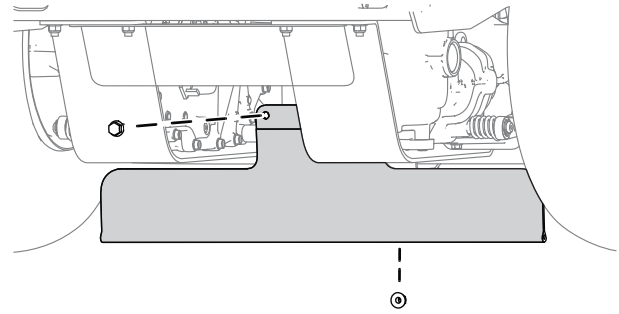

Bild 5
3. Befestigen Sie das Schutzblech mit zwei Schrauben (5/16" x 3/4") und zwei Muttern (5/16"), wie in **Bild 5** dargestellt. Das Schutzblech sollte vor- und zurückschwingen können.